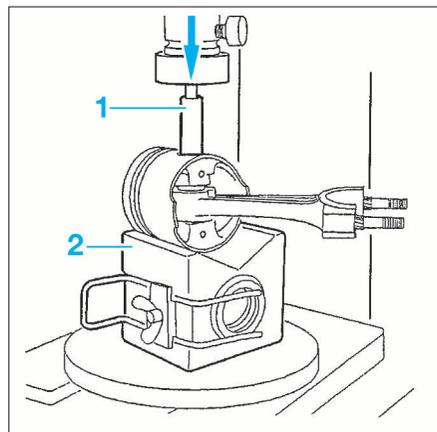

FIG. 36
- Placer la tête du piston sur un support en "V" (2) et aligner l'axe de piston avec le trou de dégagement (Fig.36).